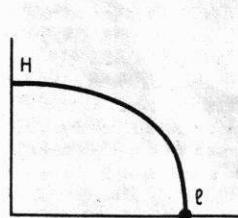

Рис. 1.
1. На высоте относ больше, чем у земли. Значит, у креста надо быть на большей высоте, то есть траектория снижения будет такая, как показано на рис. 1.